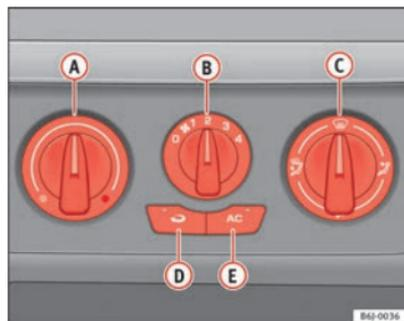

Fig. 94 Sur la planche de bord : éléments de commande du climatiseur
- Désactivez le système de refroidissement avec la touche → fig. 94 **AC** (le témoin de la touche s'éteint).
Le mode recyclage de l'air ambiant ⇒ fig. 94  (le témoin intégré à la touche est allumé) empêche les fortes odeurs ambiantes (qui peuvent par exemple se dégager lors de la traversée d'un tunnel ou dans un bouchon) de pénétrer dans l'habitacle.